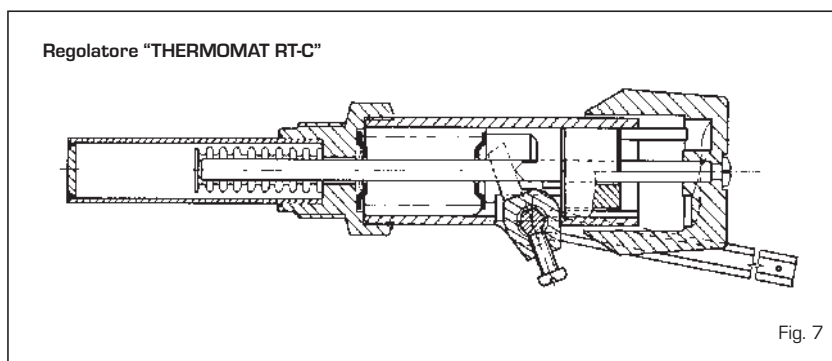

Fig. 7
4.6.1 Regolatore "THERMOMAT RT-C" (fig. 7)
Il regolatore "Thermomat" è dotato di manopola in resina termoindurente con campo di regolazione da 30 a 100 °C (fig. 7). Avvitare il regolatore in posizione verticale sul foro 3/4" della testata anteriore con la sede della leva della catenella verso il fronte della caldaia. La leva con catenella deve essere introdotta nel supporto del regolatore dopo aver montato il mantello ed aver tolto il fermo di plastica. Se si sfilava lo snodo che fissa la leva con catenella fare attenzione a rimontarlo nella medesima posizione. Dopo aver posizionato la manopola su 60°C bloccare la leva con catenella in posizione leggermente inclinata verso il basso in modo che la catenella venga a trovarsi in asse con l'attacco della serranda aria. Per la regolazione del "Thermomat", che consiste essenzialmente nella determinazione della lunghezza della catenella, procedere nel seguente modo: